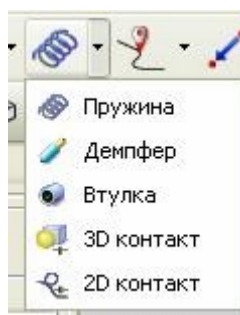

рис.13
- Пружины, демпферы и упоры представлены на рис.13;